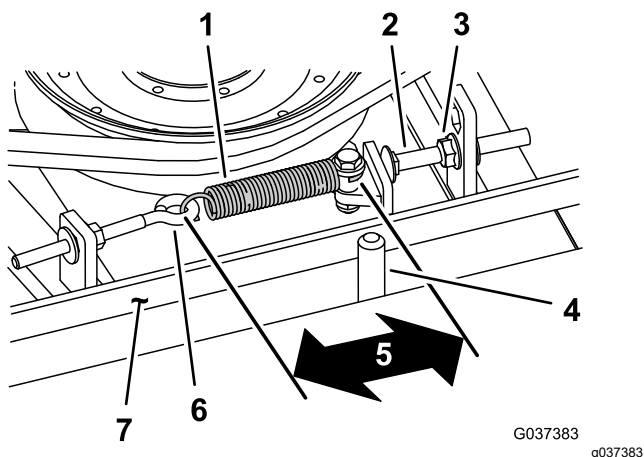

Figura 80
Quando la tensione è corretta, la misura interna della molla di prolunga (da gancio a gancio) deve essere circa 8,3–9,5 cm. Quando la tensione della molla è giusta, regolate il bullone di arresto (bullone a testa tonda) fino ad ottenere un gioco di 2–5 mm tra la testa del bullone ed il braccio di rinvio (Figura 80).
Nota: Verificate che la cinghia si trovi dal lato molla del guidacinghia (Figura 80).
2. Allentate il bullone ad occhio per consentire la rimozione della molla di prolunga (Figura 80).
3. Allentate il dado flangiato che fissa il bullone di arresto all'aletta di montaggio e spostate la puleggia tendicinghia dalla cinghia per rilasciare la tensione (Figura 80).
9. Collegate la molla di prolunga (Figura 80) al bullone ad occhio e tendete la cinghia come segue: